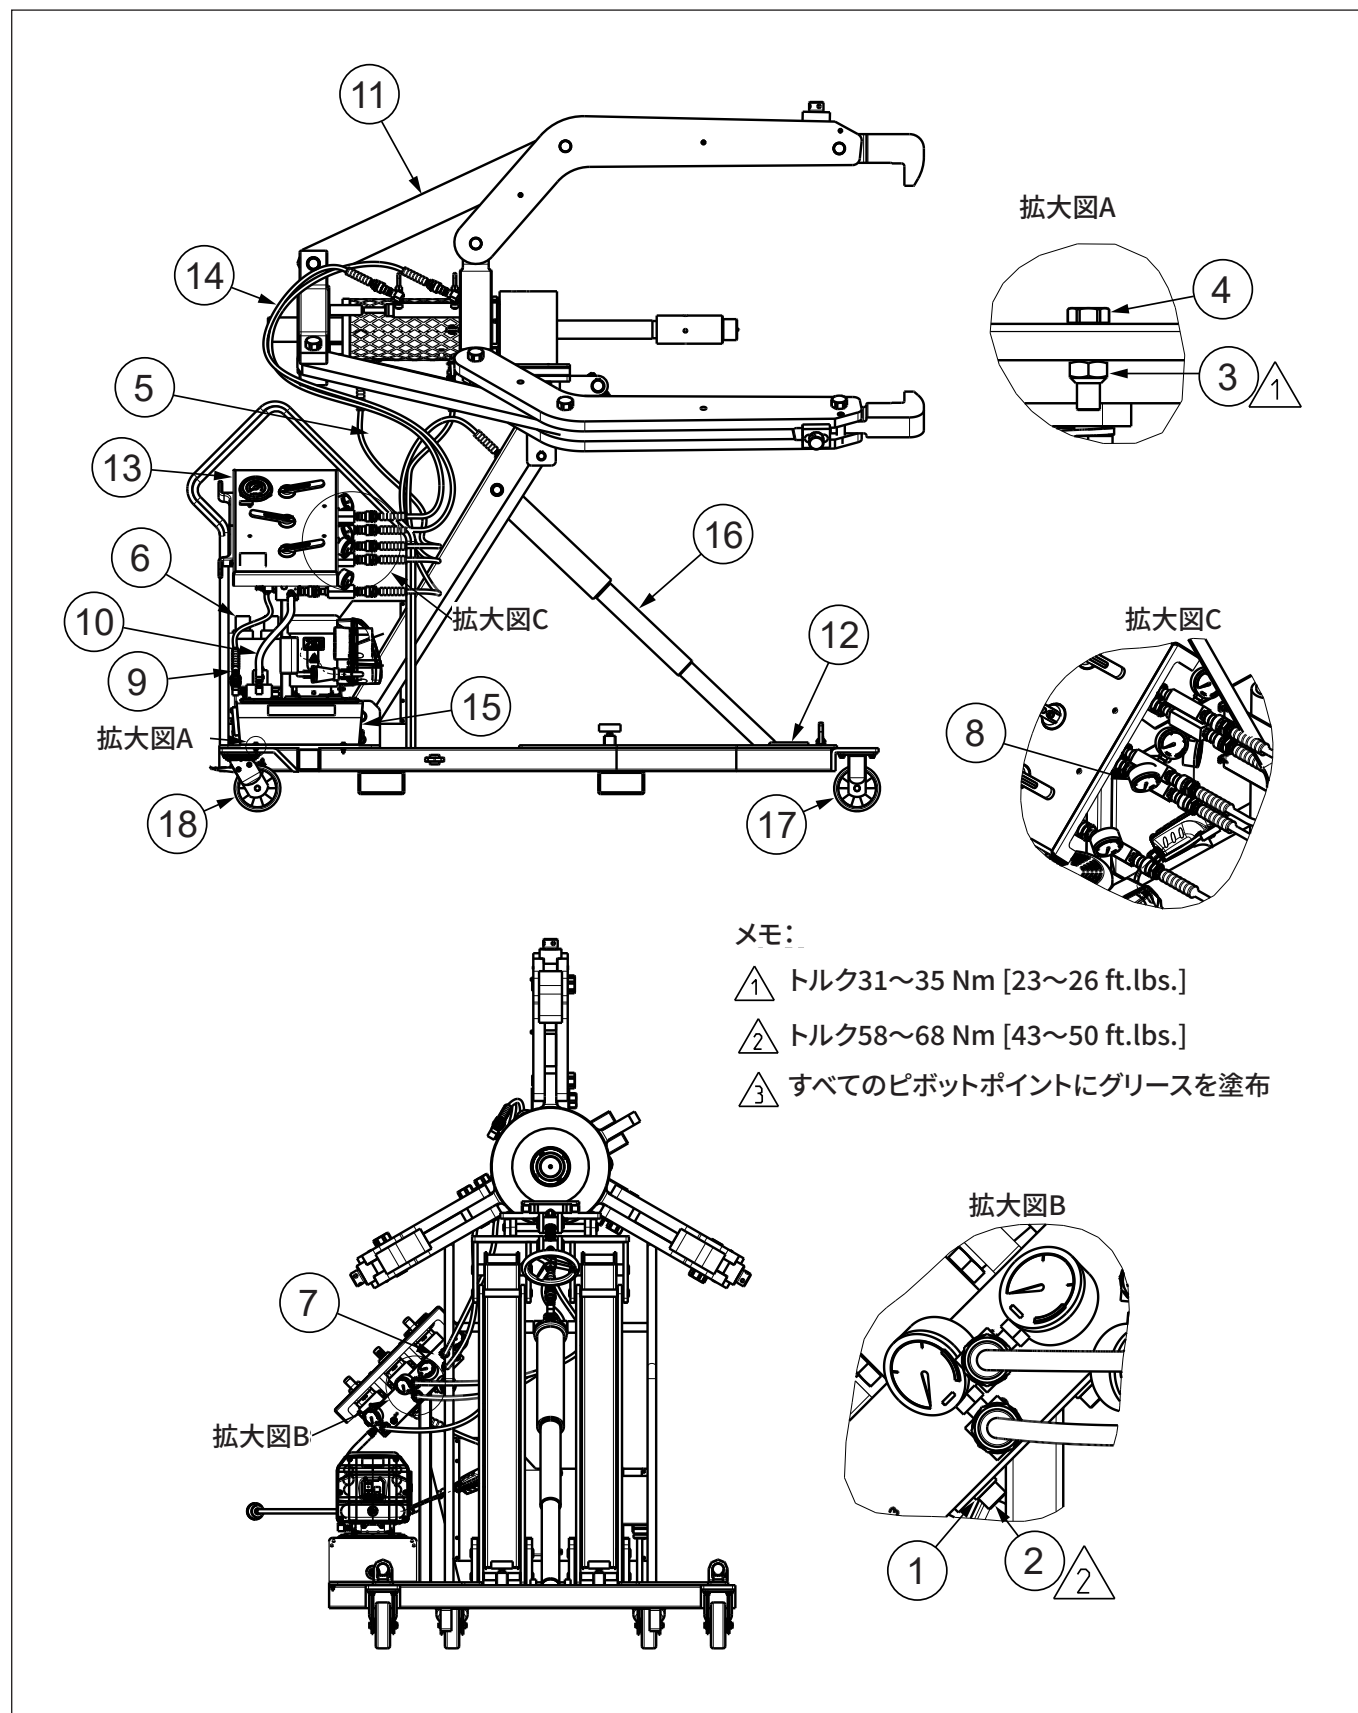

図19: プーラーアセンブリ
操作する前には毎回必ず、すべての油圧プーラーのねじ(図19、項目4を参照)で、金属同士が正しく締め付けられていることを確認します。
9.1.1 部品表(図19)